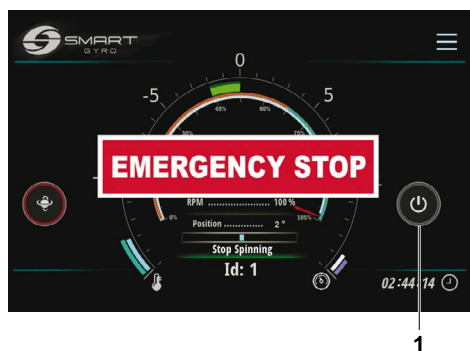

Figure 12
2. Maintenez enfoncée l'icône d'alimentation (MARCHE / ARRÊT) (Figure 12, (1)) pendant environ 3 secondes.
- Lorsqu'un arrêt d'urgence est effectué, la fenêtre contextuelle « EMERGENCY STOP » (Figure 12) clignote à l'écran.